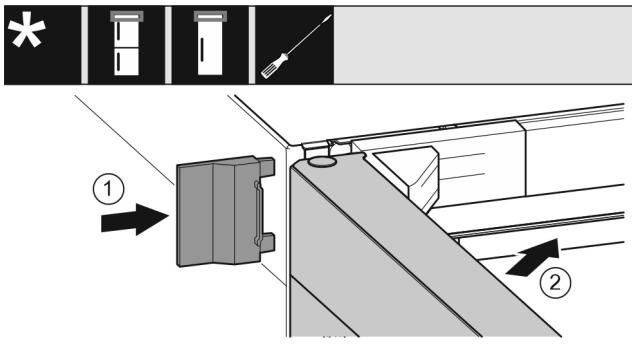

Fig. 24
- ▶ Insérer le cache extérieur Fig. 24 (1).
- ▶ Fermer la porte supérieure Fig. 24 (2).